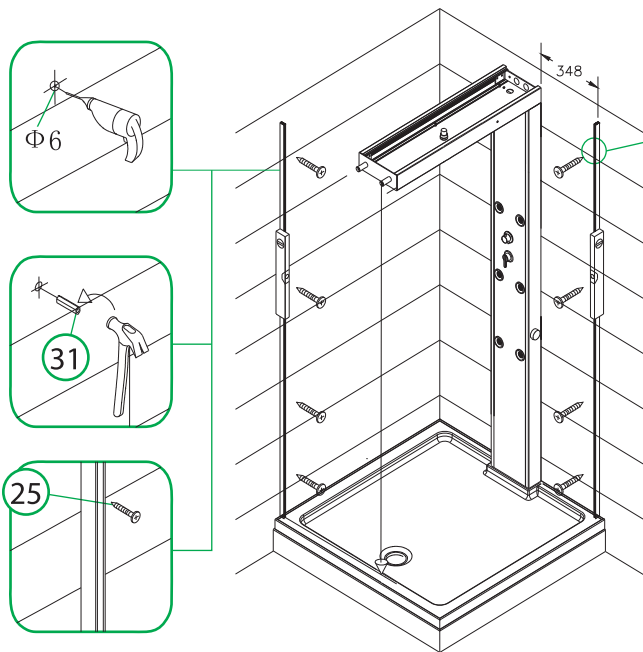

Рис. 6 / 6-сур.
- Установите пристенные п-образные профили (рис. 6).